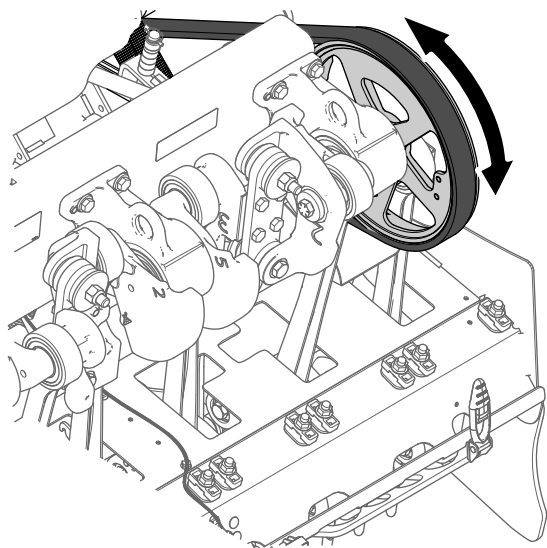
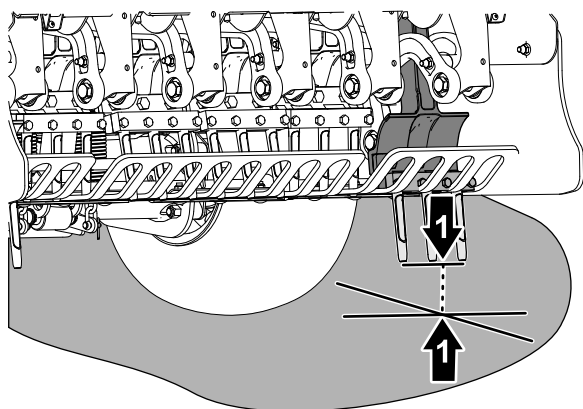

Figura 63
Figura 64
4. Fate ruotare la puleggia della testa di carotaggio (Figura 63) fino a quando le fustelle più esterne non sono allineate in modo da essere le più vicine al terreno (Figura 64).